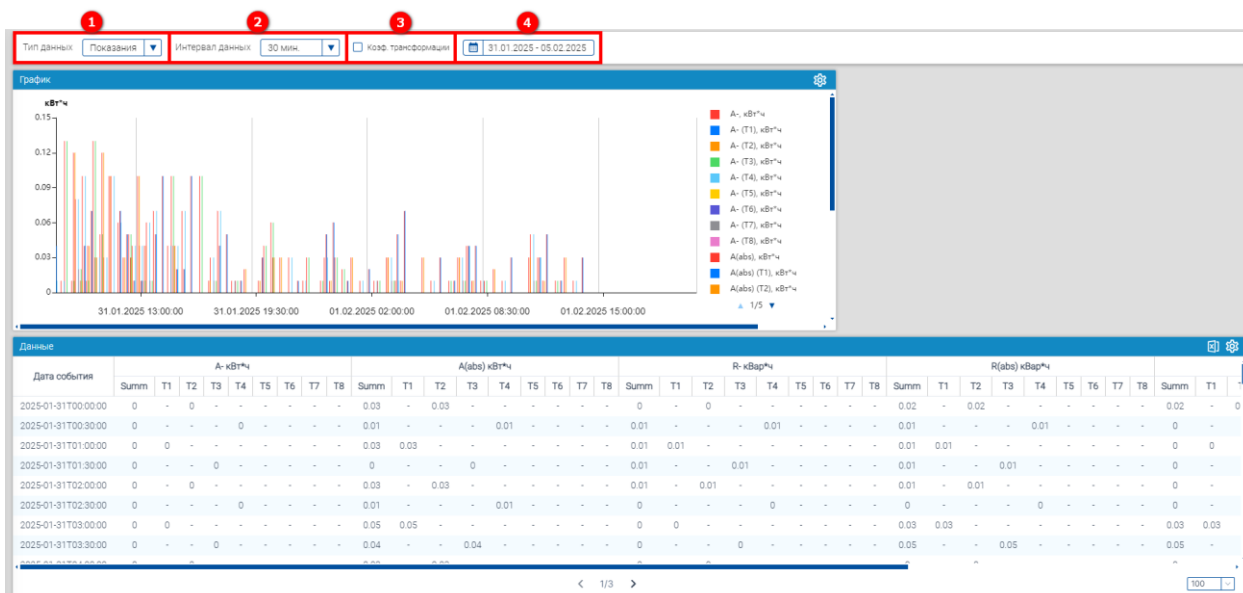

Рисунок 50 – Архив профилей
Для просмотра профилей энергии, профилей мощности и показаний необходимо выбрать тип данных (1) (см. рисунок 50), интервал данных (2). Если установлена отметка **Коэф. трансформации** (3), то в данном окне отображаются величины, умноженные на коэффициент трансформации. Далее указать период, за который нужны данные (4). В основном окне появятся данные профилей энергии, мощности или показаний (в зависимости от выбора) в виде таблицы.